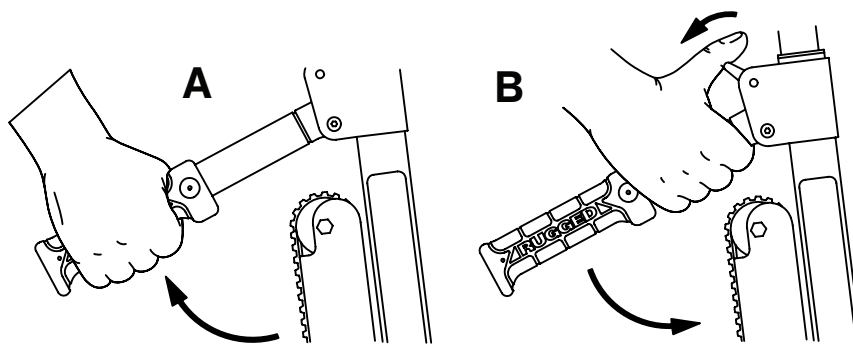

Figura 7 – Baixar as pegas de elevação traseiras de bloqueio
1. Suba a pega de elevação traseira de bloqueio (A) (Figura 7).
2. Puxe o gatilho vermelho da pega (B) em direção a si com o polegar.